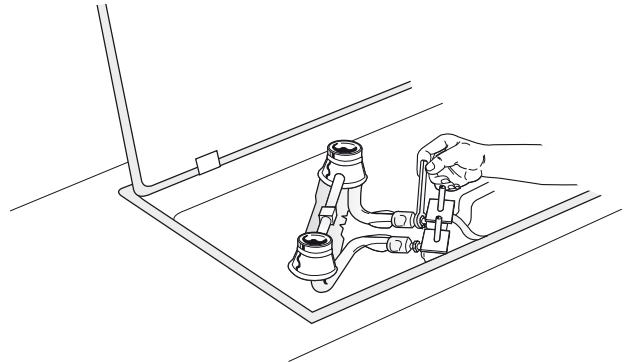
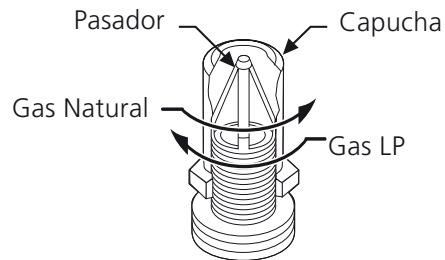

Figura 11
Figura 12
B. Conversión de la válvula del quemador (vea figura 11 y figura 12)